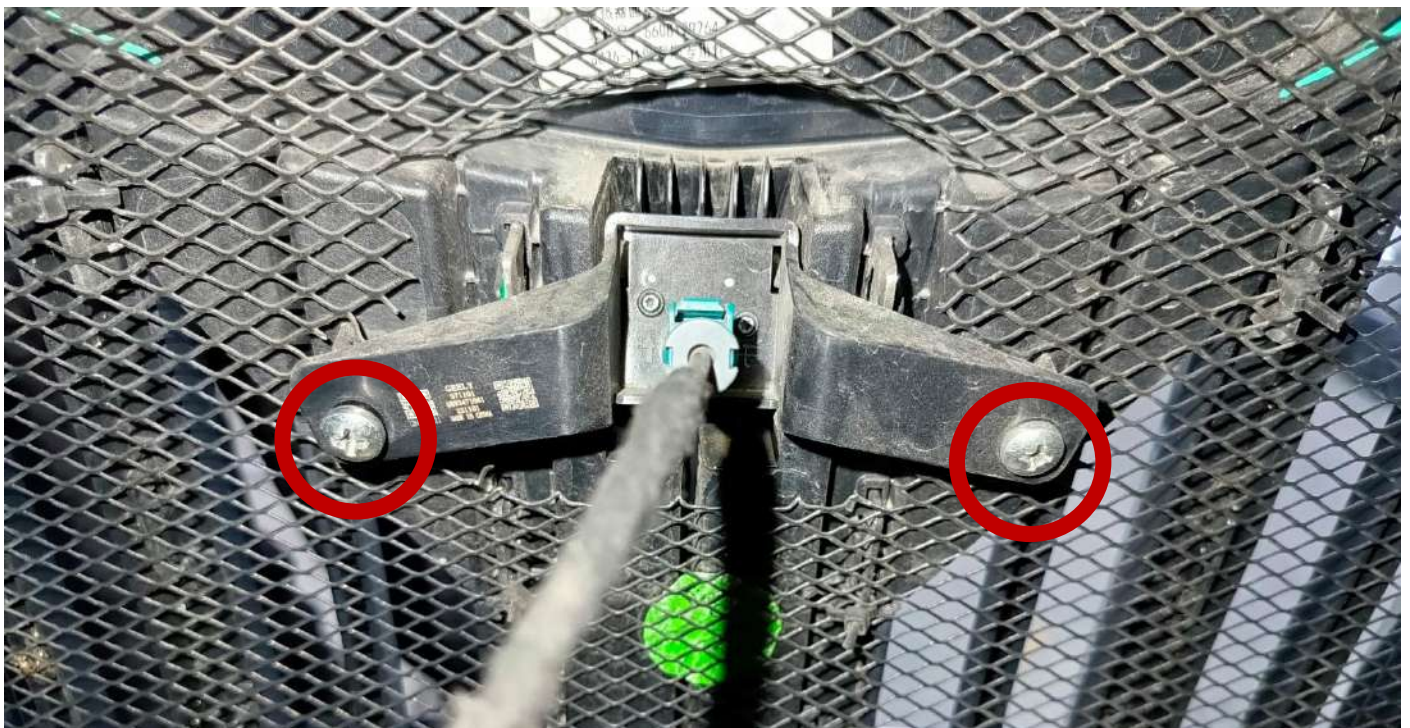

Рисунок 2
- открутить два самореза крепления камеры (рис. 2);